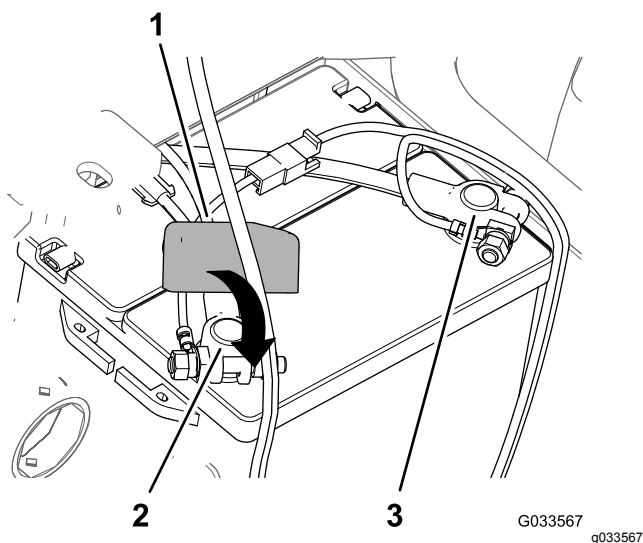

Figura 32
8. Montate il cavo positivo della batteria sul polo **positivo** della batteria e serrate il dado del serrafilo manualmente (Figura 32).